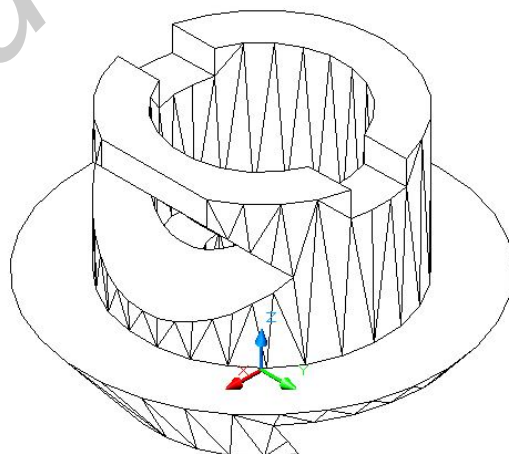

Рис. 2.14. Изометрический вид модели твердотельного объекта
**ВАЖНО!** Прежде, чем приступить к дальнейшему редактированию детали, необходимо установить требуемый изометрический вид (юго-западную  или юго-восточную  изометрию), рис. 2.14.